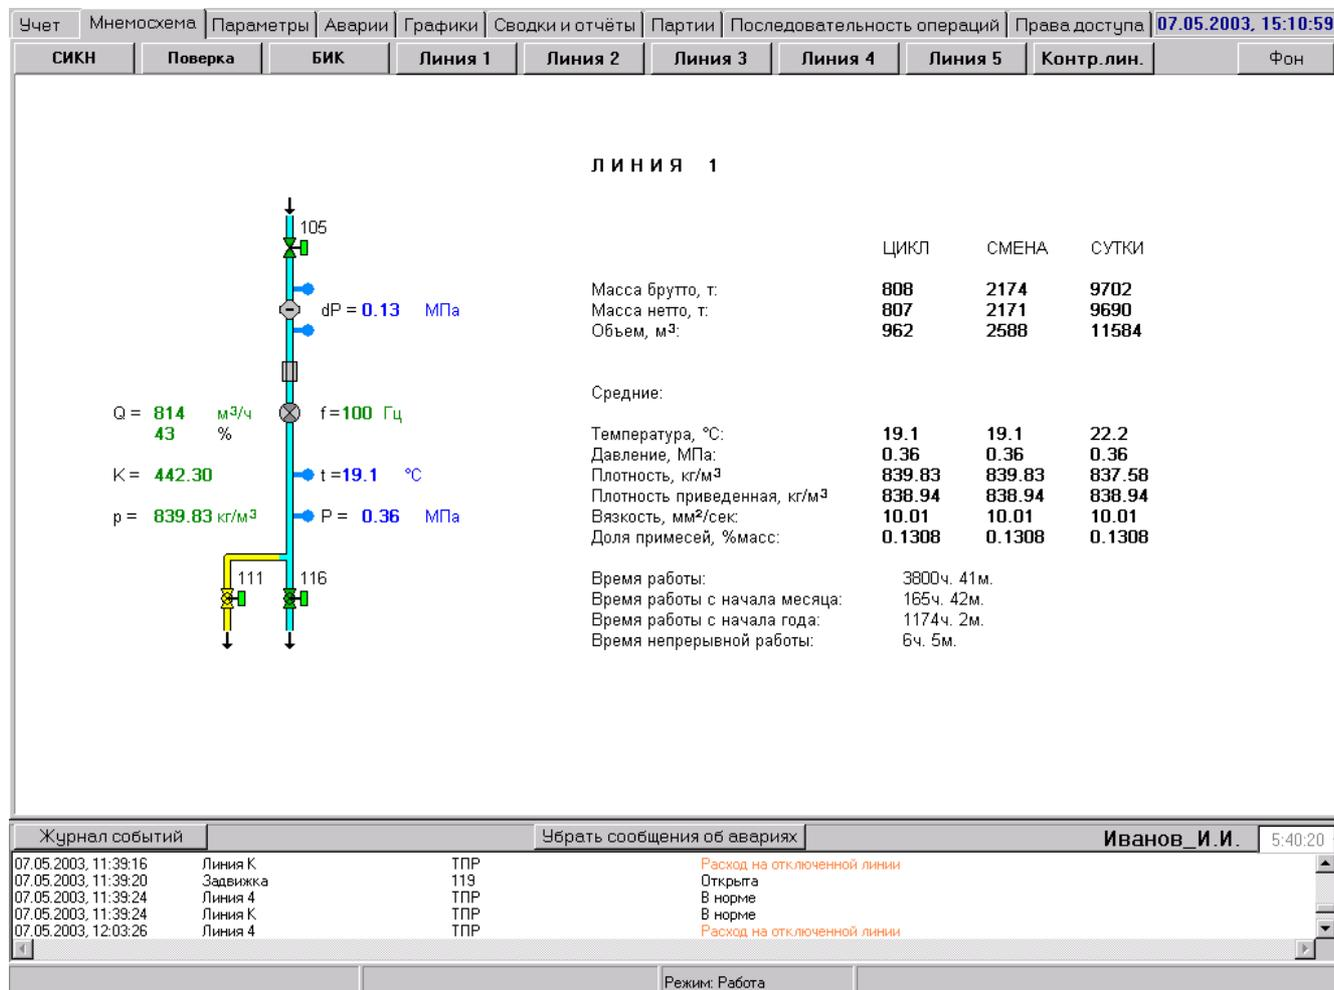

Рис. 10
1.1.1 Экран (Рис. 10) отображает: